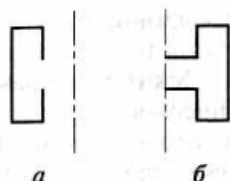

Рис. 6.3. Формообразование моделей операциями вращения:
При использовании опции *Тороид* (рис. 6.3) считается, что линия, определяющая эскиз, является образующей некоторой поверхности вращения; она отстоит на некотором расстоянии от оси вращения, вследствие этого такая поверхность всегда имеет, как минимум, одно отверстие (по аналогии с образованием тора, где образующей линией является окружность). Однако поверхность — теоретическое понятие, так как она имеет нулевой размер толщины стенки. В технике используются различные детали, в частности с тонкими стенками, которые называются тонкостенными оболочками. Поэтому выбор опции *Тороид* всегда сопровождается созданием тонкой стенки. Назначенная толщина стенки может откладываться внутрь, наружу и по обе стороны от формообразующего контура эскиза.
Сфероид всегда является с внешней стороны сплошным телом (внутри может быть полым), так как при его образовании конечные точки (на рис. 6.3 точки *a*) контура проецируются на ось
5. Откройте вкладку *Тонкая стенка*. Проверьте состояние кнопок, включающих поля установки тонких стенок. Если они не активны, то будет создан сфероид как сплошной элемент (см. рис. 6.3). Если кнопки активны, то надо уточнить *Тип построения тонкой стенки* (наружу, внутрь) или отказаться от построения тонкой стенки.